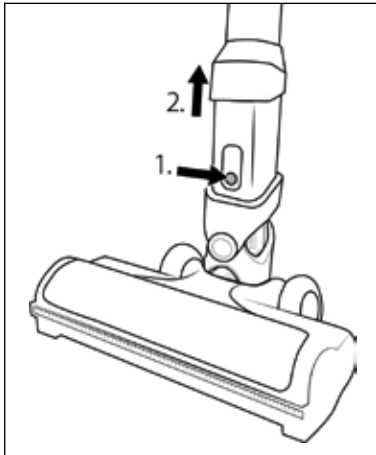

Abb. 11
- ◆ Um die Bodenbürste ① vom Saugrohr ③ zu entfernen, halten Sie die Bodenbürsten-Entriegelungstaste ② gedrückt und ziehen Sie das Saugrohr ③ von der Bodenbürste ① ab (siehe Abb. 11).